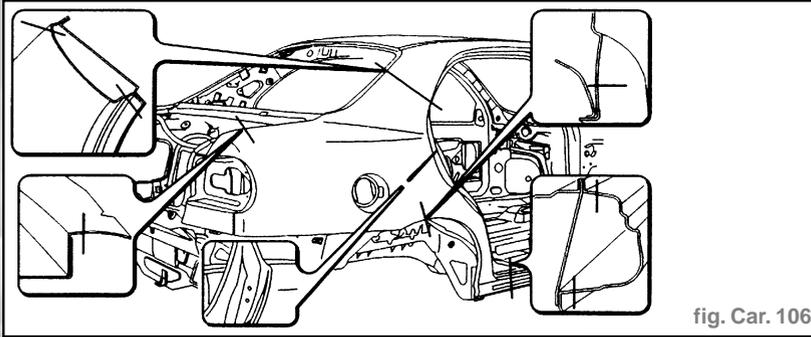

fig. Car. 106
- Nous indiquons les sections de la tôle aux endroits les plus significatifs afin de permettre à l'opérateur de régler la position et la profondeur de la découpe de façon à ne pas endommager les tôles situées en-dessous (fig. Car. 106).